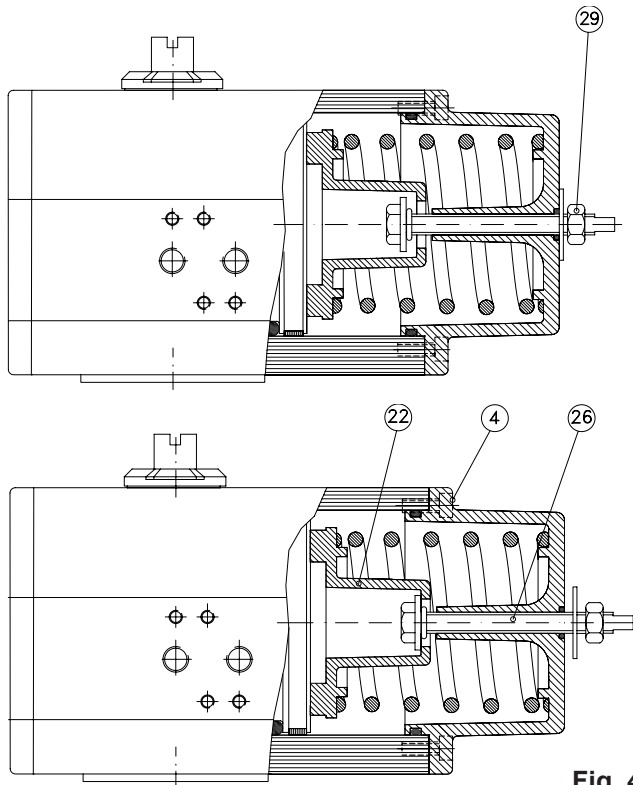

Fig. 4
2. Sprawdź, czy sprężyna dociska tłok do jego pozycji początkowej tak jak na Rys.4.
4. Odkręć nakrętkę zabezpieczającą (29).
5. Przekręć śrubę naprężającą (26) w lewo, aż będzie on luźno leżała na przewodnicy sprężyny (22).
6. Zdemontuj obudowę sprężyny poprzez odkręcenie śruby (4).